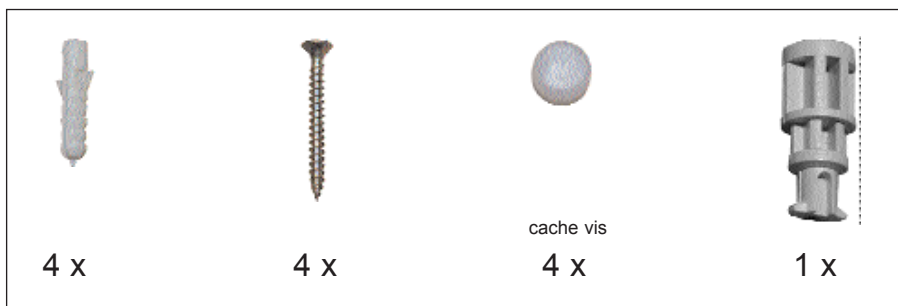

fig. 6
1. Vérifier le matériel fourni avec le central. (fig. 6)